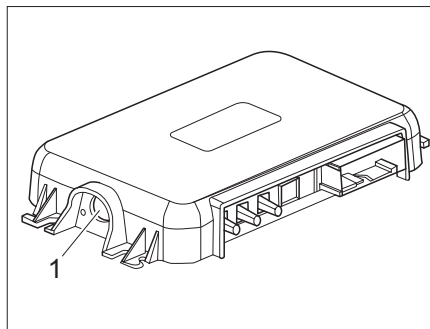

Bild 290 Kopplungstaste am SCU
- Kopplungstaste des SCU (Bild 290,1) drücken. Fahrzeug und Mobilgerät sind jetzt gekoppelt.